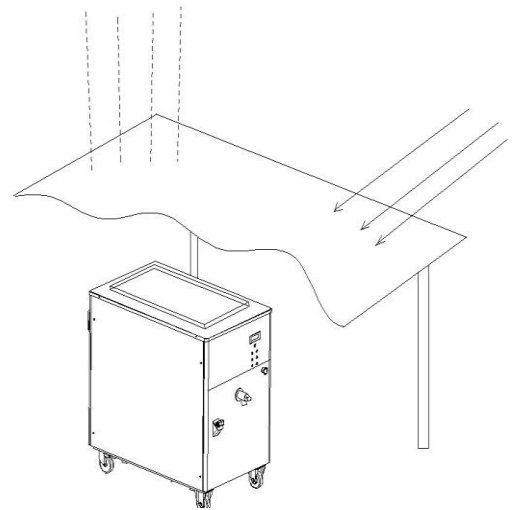

图 9
- 本机应放置在干燥坚固的地面上，周围 500mm 范围内不应有温度超过 40℃ 的热源，机器不要处于能被水淋和日光照射的位置。适合机器使用的环境湿度范围是 30-60%。（见图 9）